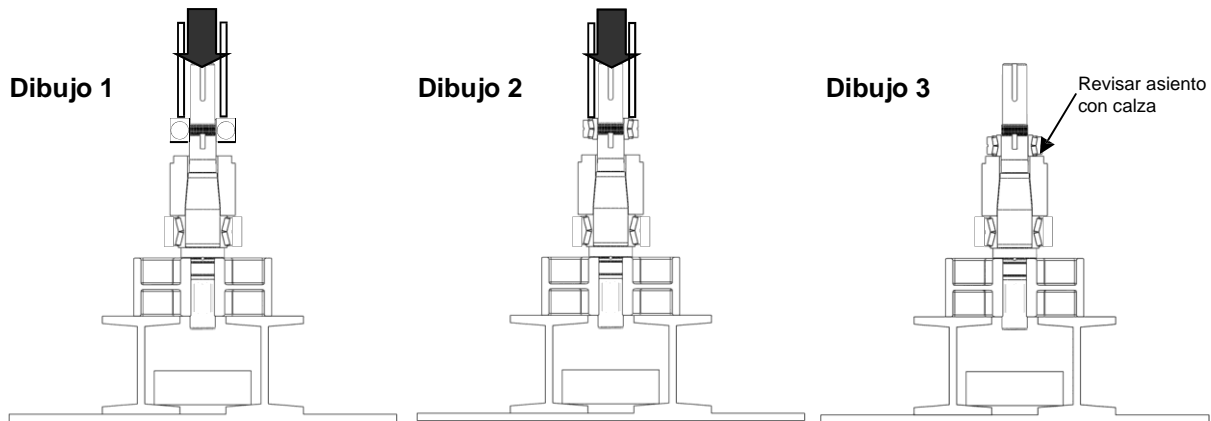

Figura 50: Presionar cojinete trasero sobre el eje
- Para los modelos de bombas con cojinetes de una bola, aplique una ligera capa de lubricante en el eje. Abra el nuevo ensamble de cojinetes traseros y colóquelo sobre el eje por encima del espaciador de cojinetes con el lado protegido del cojinete de cara al espaciador (Figura 50, Dibujo 1). Presione el cojinete presionando sólo en la pista interior.
- Para los modelos de bombas con cojinetes de rodillos cónicos, aplique una ligera capa de lubricante en el eje. Abra el nuevo ensamble de cojinete trasero y no intercambie ninguna pieza. Coloque el cojinete trasero sobre el eje por encima del espaciador del cojinete (Figura 50, Dibujo 2). Consulte la Tabla 5 para ver la fuerza requerida (en toneladas) para presionar el cojinete sobre el eje. Usando una manga que se apoye en el cono interior del cojinete y se desplace sobre el eje, presione el cojinete hasta que se asiente contra el espaciador.
Asegúrese de que el cojinete se apoye en el espaciador del cojinete usando una calza (Figura 50, Dibujo 3).